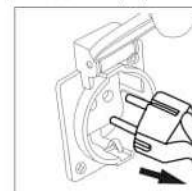

Рисунок 6.
6. Отсоедините все электрические нагрузки. Переведите основной прерыватель цепи переменного тока в положение «ВЫКЛ» (рис. 6).